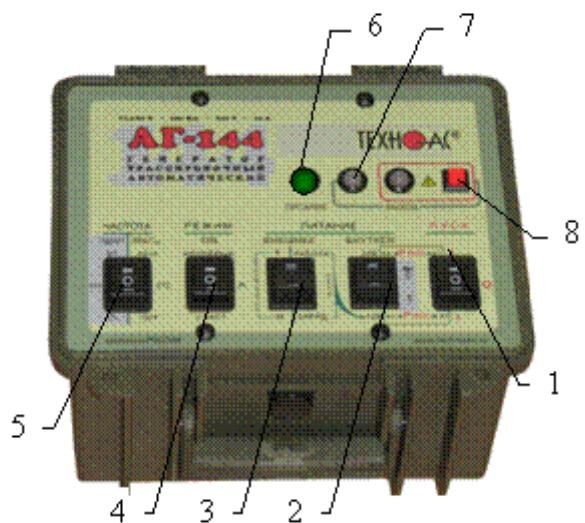

Рис. 24
Включить питание клавишой включения питания поз.1 рис.24 в одно из положений «I», в зависимости от выбираемой мощности. При свечении индикатора «Питание» поз.6 желтым цветом следует зарядить внутренние аккумуляторы, свечение зеленым цветом - можно приступать к работе.
- 1) Открыть крышку. Выбрать переключателем «ЧАСТОТА» поз. 5 рис.24 необходимую частоту синусоидальной генерации (512 / 1024 / 8928Гц ).
- 2) Выбрать переключателем «РЕЖИМ SIN» поз. 4 рис.24 необходимый вид синусоидальной генерации (непрерыв /  / Зчаст).
Переключатель поз.3 рис.24 установить в положение «работа».
Переключателем напряжения внутреннего питания поз.2. рис.24 установить первый коэффициент выбора мощности генерации.
4) Включить питание клавишей включения питания поз.1 рис.24 в положение соответствующее второму коэффициенту выбора мощности
5) Начнется генерация и автосогласование с постепенным возрастанием напряжения на выходе. Здесь следует наблюдать за цветом индикатора «ВЫХОД» поз.7 рис.24. Если автосогласование закончилось зеленым свечением – заданная мощность достигнута. Если желтым – сопротивление нагрузки слишком велико для заданной мощности при выходном напряжении ограниченном «по умолчанию» на «безопасном» уровне 24 В.
Для запуска «неограниченного» режима следует включить питание (переключателем «ПУСК») при нажатой красной кнопке «» поз.8рис.24 и удерживать ее до засвечивания красного индикатора «». Мигание этого индикатора обозначает потенциальную «опасность». Непрерывное свечение обозначает реальное наличие на выходе напряжения  $\geq 24V$ .
- 1) Выключить питание генератора клавишей включения питания поз.1рис.24, установив ее в положение «0».